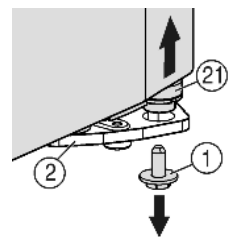
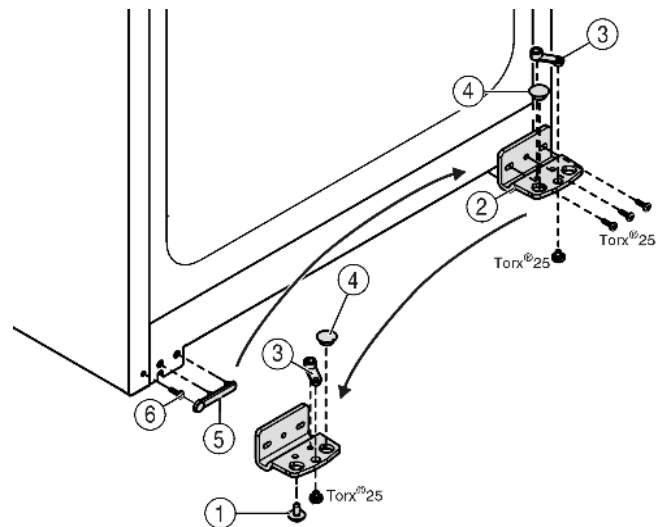

Fig. 5
Fig. 6
- ▶ Drei ut låseskruen *Fig. 5 (1)* nede til høyre på lagerbukken.
- ▶ Lagerbolten *Fig. 5 (21)* frigjøres fra lagerbukken *Fig. 6 (2)*.
- ▶ Hvis lagerbolten *Fig. 5 (21)* ikke frigjøres, trykker du ut bolten nedenfra.
- ▶ Skru av lagerbukken *Fig. 6 (2)*.
- ▶ Skru av lagerdelen *Fig. 6 (3)* og flytt den over til det motsatte festehullet på lagerbukken, skru fast igjen.
- ▶ Ta pluggen *Fig. 6 (4)* ut av lagerbukken, og flytt den over til det motsatte festehullet på lagerbukken.
- ▶ Løft forsiktig av dekselet *Fig. 6 (5)* på håndtakssiden.
- ▶ Skruen *Fig. 6 (6)* skrus ut og skrus inn igjen på motsatt side.
- ▶ Sett dekselet *Fig. 6 (5)* på igjen.
- ▶ Skru fast igjen lagerbukken *Fig. 6 (2)* på den nye hengsel-siden (**med 4 Nm**), eventuelt ved hjelp av en batteridrevet skrumaskin.
- ▶ Skru inn sikkerhetsskruen Fig. 5 (1) nederst i lagerbolten, og trekk til **(med 4 Nm)**.